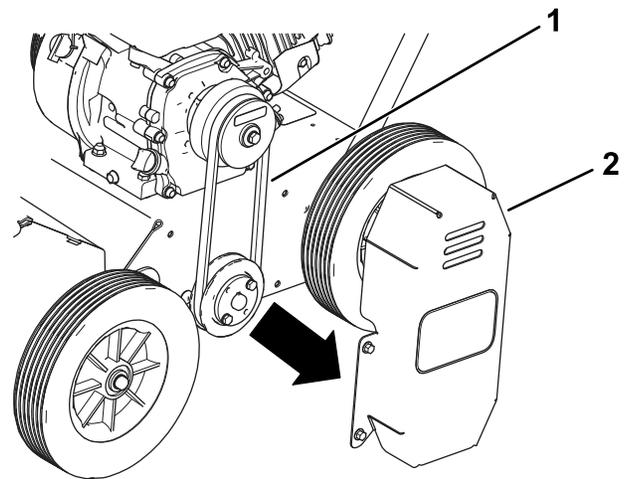

Figura 18
2. Retire la cubierta de la correa del lado izquierdo de la máquina (Figura 18).
3. Compruebe la tensión de la correa (Figura 18)